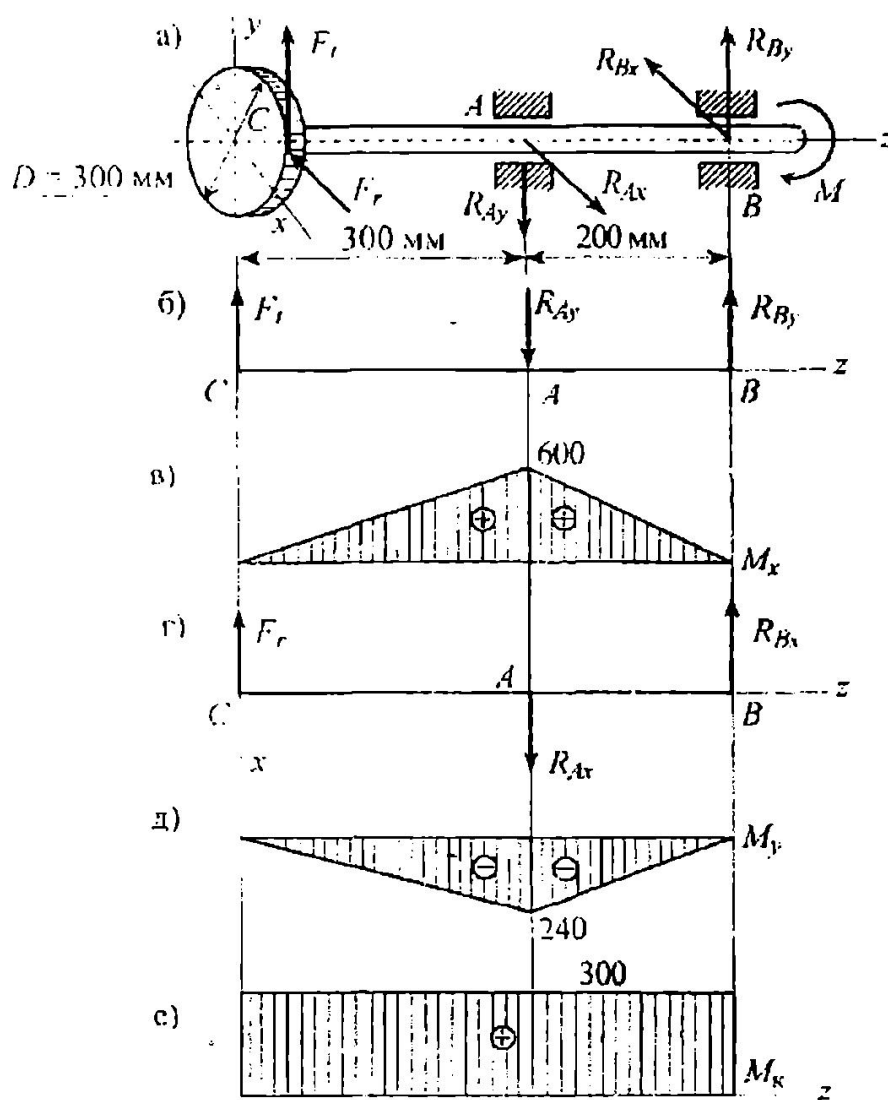

Рисунок 4.
Пример 4. Для стального вала круглого поперечного сечения с одним зубчатым колесом (рисунок4), передающего мощность $P = 12 \text{ кВт}$ при угловой скорости $\omega = 40 \text{ рад/с}$, определить диаметр вала в опасном сечении, приняв $[\sigma] = 60 \text{ МПа}$ и полагая, что $F_r = 0,4F_t$.
9. Из эпюр изгибающих моментов следует, что опасное сечение вала проходит через точку А. Значение крутящего момента в любом сечении вала $M_k = 300 \text{ Н}\cdot\text{м}$ (рисунок 4).